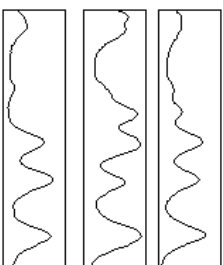

Figura 2
b. Admitindo que foi atingido com sucesso o objetivo anterior, pretende-se conseguir, para cada tira, determinar o perfil invertido de intensidade que lhe corresponde, tal como se mostra na figura 2, para as três tiras presentes na imagem. Indique um método capaz de cumprir este objetivo.